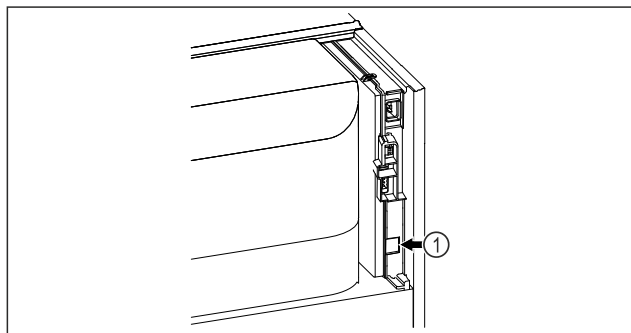

Fig. 138
- Se utiliza SmartModule Fig. 138 (1).